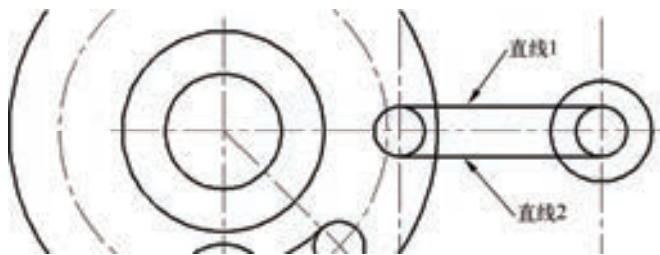

图 8-15 绘制直线
13) 绘制两段直的线段。单击“直线”按钮, 分别绘制图 8-15 所示的直线 1 和直线 2。